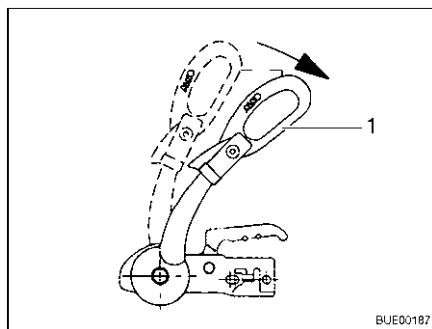

Fig. 139 Maniglia di stabilizzazione
- Aprire la maniglia di stabilizzazione (Fig. 139,1).